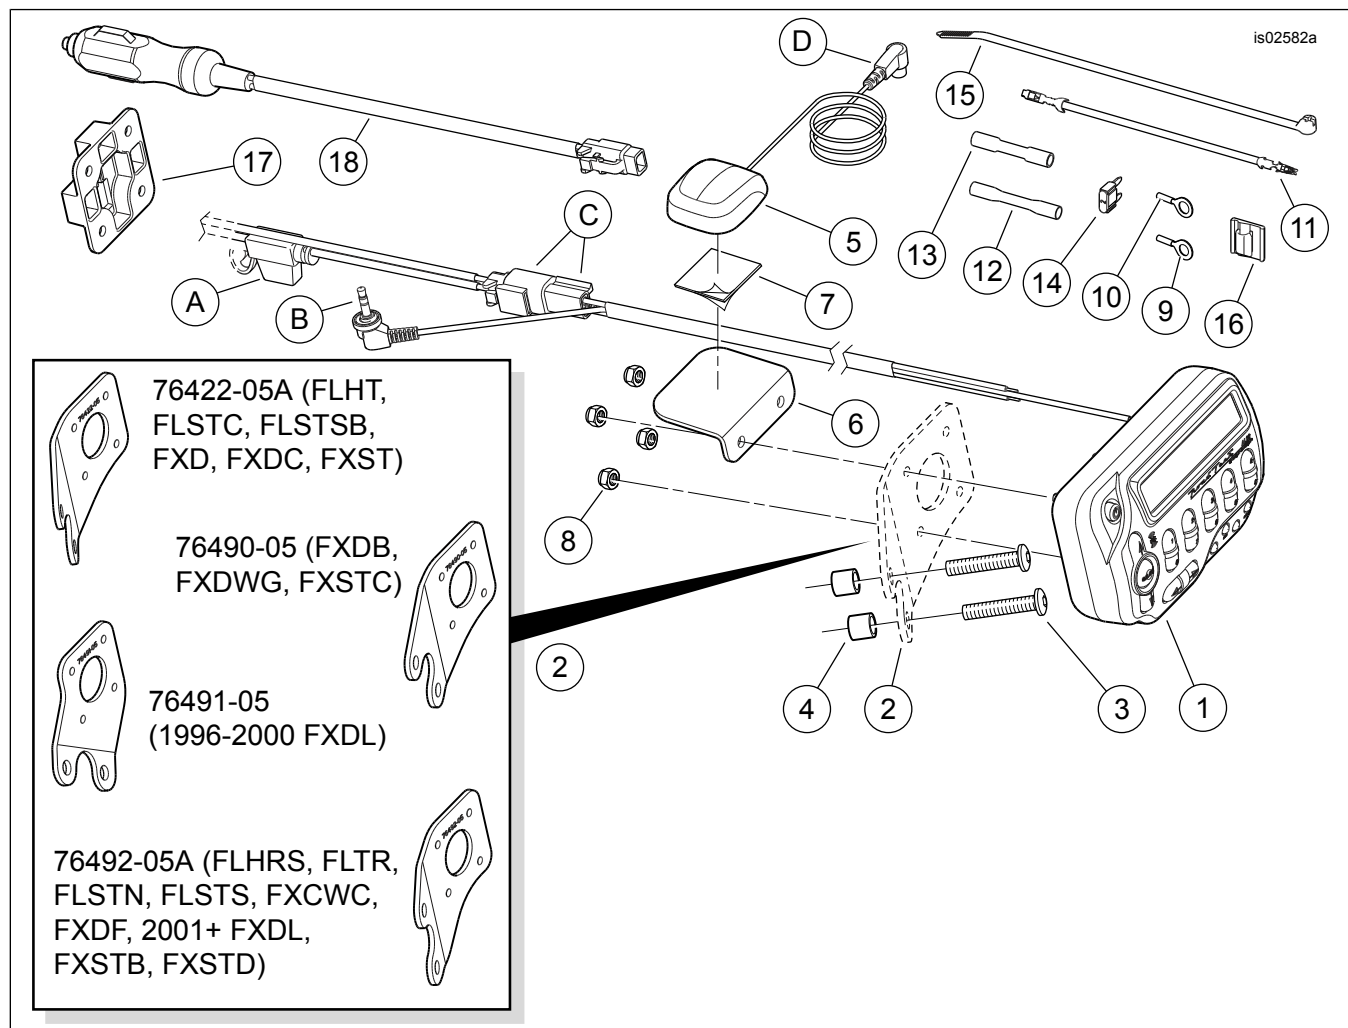

Figura 12. Parti di ricambio, kit radio satellitare Road Tech XM
6. vedere Figura 12. Tagliare il tratto in eccesso dal filo arancione/bianco del cablaggio del ricevitore satellitare. Usando il connettore rosso a giunto di testa a tenuta (12) preso dal kit, giuntare quel filo al filo dell'adattatore installato al punto 4.
7. Installare il fusibile da 2 A (14) del kit nella cavità del fusibile contrassegnata con "P&A IGN", "2A MAX" per chiudere il circuito.
7. Inserire il fusibile da 2 A (14), preso dal kit, nella cavità del fusibile 1A-1B (4) per chiudere il circuito.